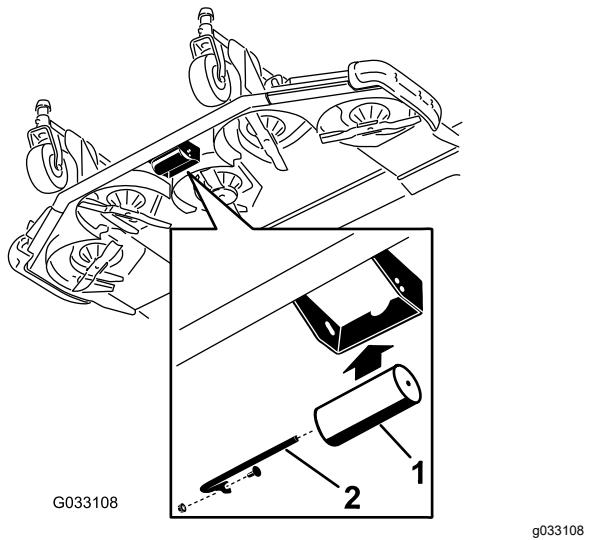

Bild 27
2. Fluchten Sie die Rolle mit den oberen Löchern aus und befestigen Sie die Welle mit der Schraube und Mutter (Bild 27).